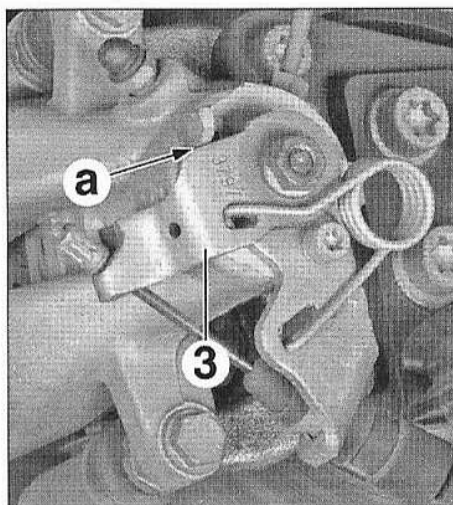

FIG.27
- De chaque côté, à l'aide d'un jeu de cales, mesurer en (a) le décolllement du levier (3) par rapport à sa butée (Fig.27).
- Agir sur l'écrou (4), pour obtenir un décolllement inférieur ou égal à 1 mm en (a).
- De chaque côté, à l'aide d'un jeu de cales, mesurer en (a) le décolllement du levier (3). Celui-ci doit être de 0,05 à 1 mm.